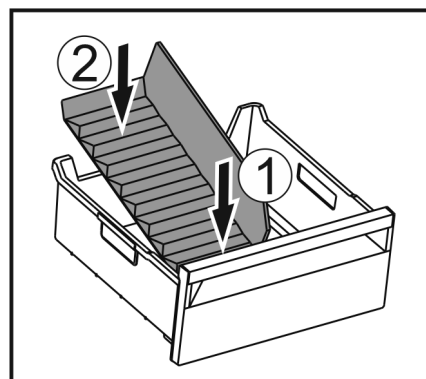

Fig. 55
- Inserire la parte anteriore del divisore dello scomparto del ghiaccio. Fig. 55 (1)
- Abbassare la parte posteriore del divisore dello scomparto del ghiaccio fino al fondo del cassetto. Fig. 55 (2)